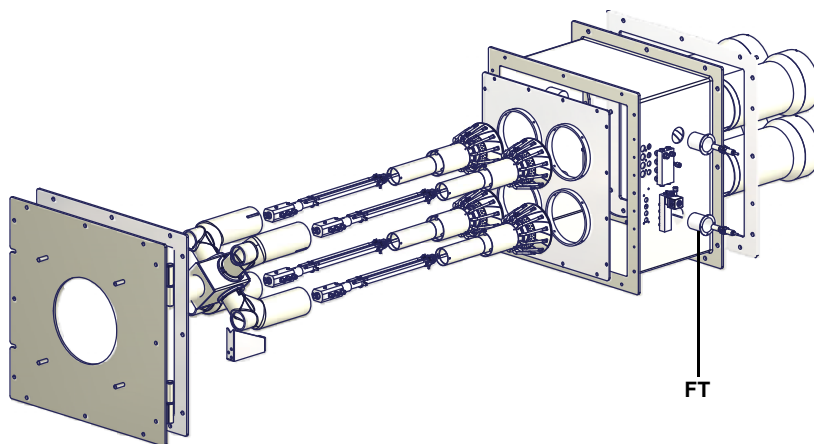

Рис. 25
- Почистить и проверить патрон дизельного фильтра, в случае необходимости заменить его (см. Рис. 25);
- Демонтируйте, проверьте и очистите головку сгорания (см. Рис. 25).